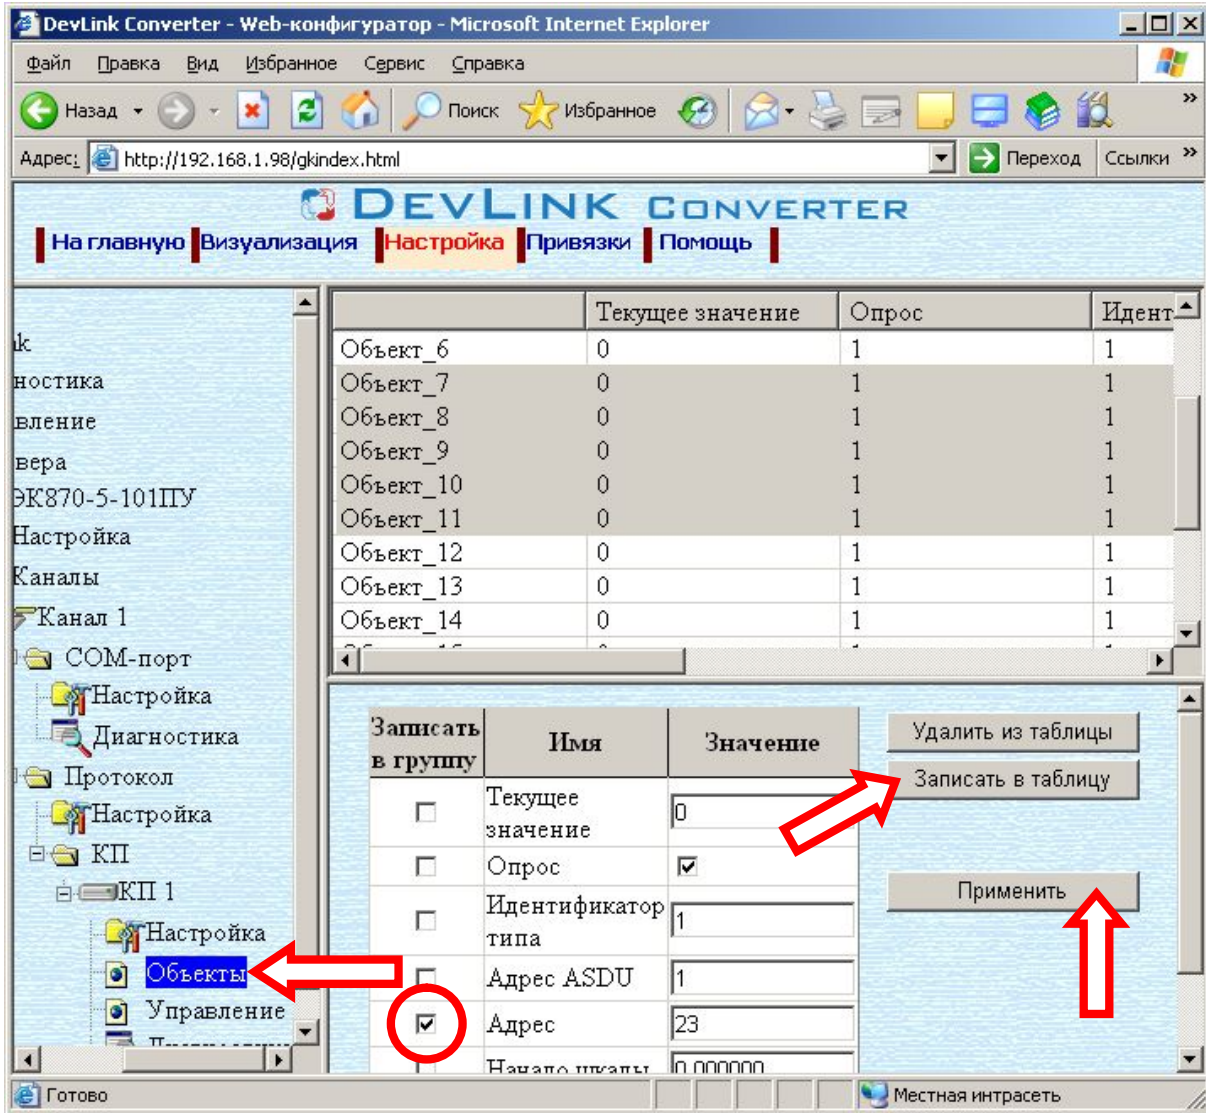

Рисунок 3.13 - Настройка объекта информации
- Перейдите на *страницу «Настройка»* Web-конфигуратора. Выберите в дереве лист «Объекты» (рисунок 3.13) В результате в верхней части правого фрейма конфигуратора появится таблица, содержащая список существующих объектов и в нижней части – соответствующие элементы управления.